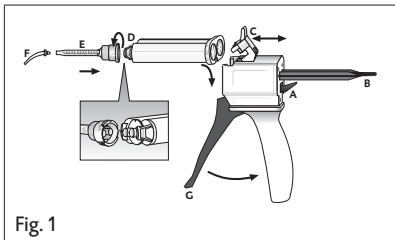

Fig. 1
1. 자동혼합 장치의 후면의 lever를 위로 올리고 (Fig 1, position A) slide를 뒤로 당깁니다. (Fig 1, position B)
2. Plastic level를위로 올리고(Fig 1, position C) cartridge를 삽입한후 plastic level를 사용하여 고정시킵니다. (Fig 1, position C).
1. Cartridge cap을 제거 (Fig 1, position D) 또는 사용한 혼합 tip을 시계반대 방향으로 90° 돌린후 버립니다.
2. 새혼합 tip을 부착 (Fig 1, position E)
4. 구강내 tip의 부착 (Fig 1, position F).
- ▶ 재료는 자동혼합기의 trigger를 잡아당기면 혼합tip내에서 혼합되어 직접 사용합니다. (Fig 1, position G).
1. 자동혼합 장치의 후면의 lever를 위로 올리고 (Fig 1, position A) slide를 뒤로 당깁니다, (Fig 1, position B)
2. Plastic level를 위로 올리고(Fig 1, position C) cartridge를 제거 합니다.